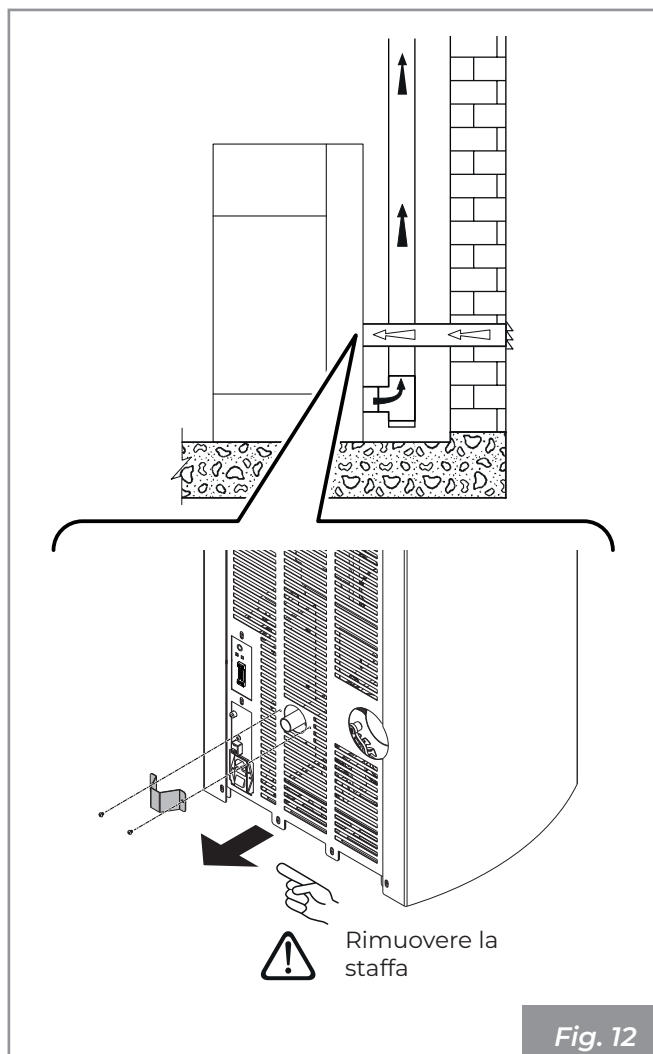

Fig. 12
- provenire direttamente dall'esterno con collegamento diretto alla camera di combustione (**Fig. 12**).
In questo caso è possibile collegare l'ingresso dell'aria comburente dell'apparecchio alla presa d'aria con un apposito condotto (**Fig. 12**).